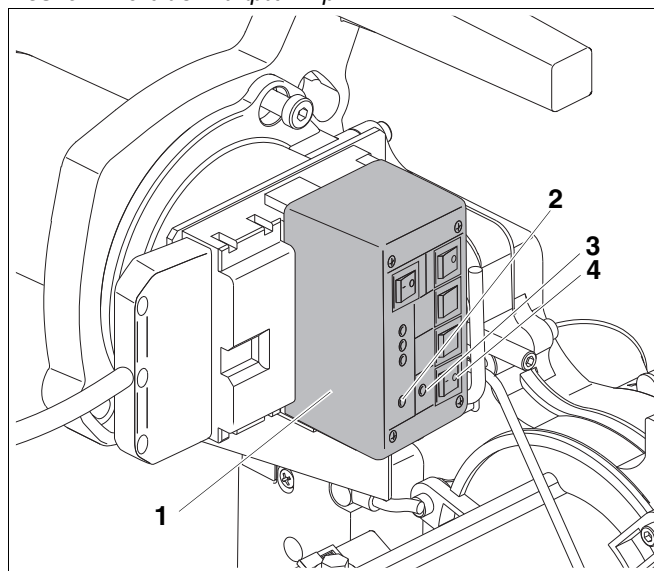

Рис. 12 Выпуск воздуха из топливопровода с помощью прибора контроля горелки
- Прибор контроля горелки (Рис. 12, поз. 1; дополнительное оборудование) – если всасывание дизельного топлива должно осуществляться топливным насосом, пристроенным к горелке.
Далее описывается выпуск воздуха при помощи прибора контроля горелки (Рис. 12, поз. 1).
- Установить прибор контроля горелки (Рис. 12, поз. 1) на свободное место на цоколе.
- Включить систему управления пусковым выключателем. Горит светодиод (красный) (Рис. 12, поз. 2).
- Включить прибор контроля горелки пусковым выключателем (Рис. 12, поз. 4). Горят два светодиода (красный и зеленый) (Рис. 12, поз. 2 и 3).